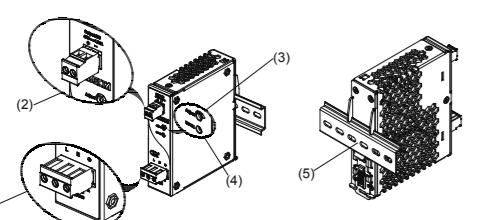
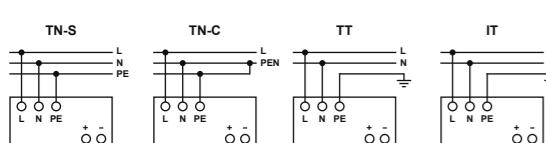

Figure 1
Figure 6
5.1. Anschluss der Eingangsklemmen (Abb. 1 (1), Abb. 6)
5.2. Anschluss der Ausgangsklemmen (Abb. 1 (2))
Verwenden Sie die Schraubklemmen „+“ und „-“, um den 48Vdc-Anschluss herzustellen. Am Ausgang stehen 48Vdc zur Verfügung. Die Ausgangsspannung kann am Potentiometer zwischen 48 und 56Vdc eingestellt werden. Die grüne LED „DC OK“ zeigt die korrekte Funktion des Ausgangs an (Abb. 1 (4)). Das Gerät verfügt über einen Kurzschluss-, Überlast- und Überspannungsschutz, der auf >57Vdc begrenzt ist.
2. Device description (Fig. 1)
5.1. Input connection (Fig. 1 (1), Fig. 6)